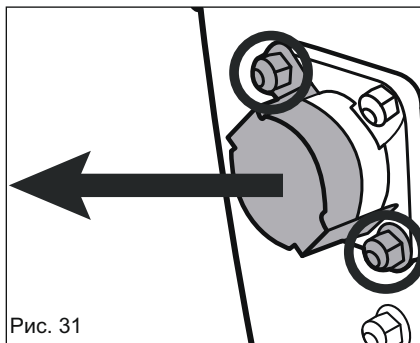

Рис. 31
2. Снимите бункер (4)
3. Чтобы обеспечить доступ к оси лезвия, снимите две гайки с крышки оси лезвия (14) (рис. 31).